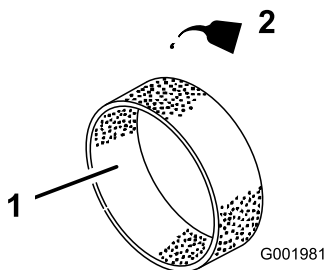

Bild 38
- Tragen Sie 30 ml bis 59 ml des Öls auf den Einsatz auf (Bild 38).